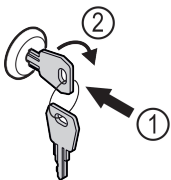

Fig. 94
- ▶ Klíč zasuňte dovnitř Fig. 94 (1).
- ▶ Otáčejte klíčem o 90° ve směru hodinových ručiček Fig. 94 (2).